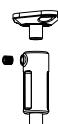

Rysunek 9
2. Wywierć otwory w betonie lub bryle betonowej za pomocą wiertła 5/16". Włóż wywierconych i oczyszczonych otworów należy włożyć kołki rozporowe # 12 -14 (patrz rysunek 9). Upewnij się, że kołek jest w jednej płaszczyźnie ze ścianą (patrz rysunek 9).
3. Następnie przyjmocuj płytę montażową do ściany za pomocą śrub samogwintujących ST5.5 x 45 (patrz rysunek 9).